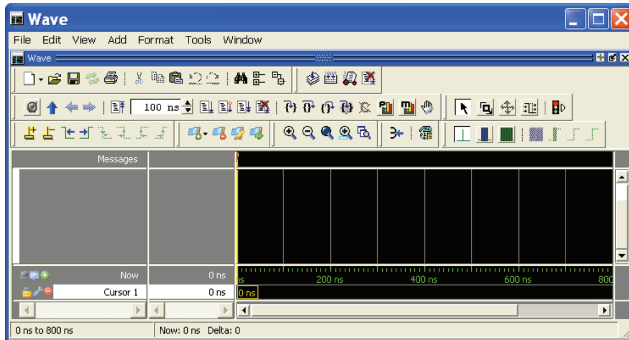

fig9
- La fenêtre de la figure 9 apparaît